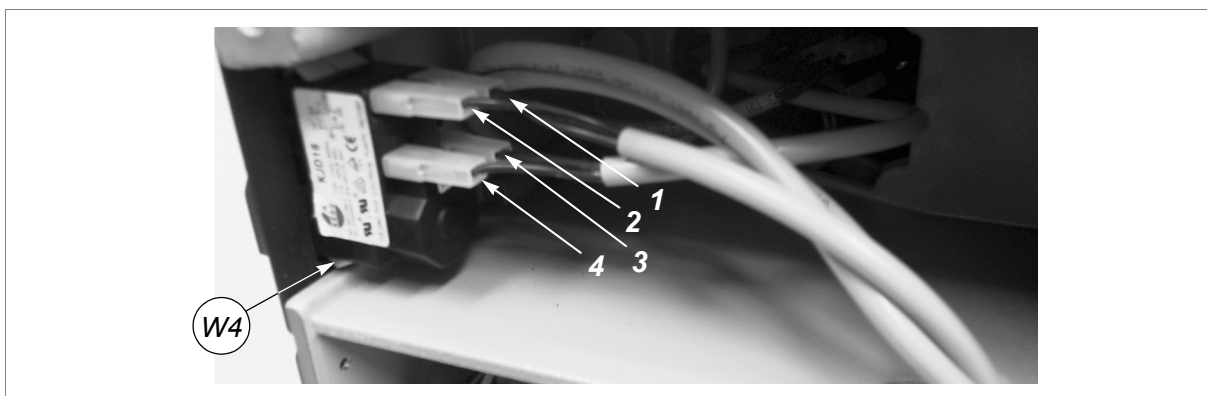

Fig. 27
- 3) Teniendo cuidado con su posición, desconectar los distintos conectores (1, 2, 3, 4) (fig.27).
- 7) Colocar la protección inferior, fijándola con los 7 tornillos (W) y los 2 pies. Introducir el recipiente para la recogida virutas.